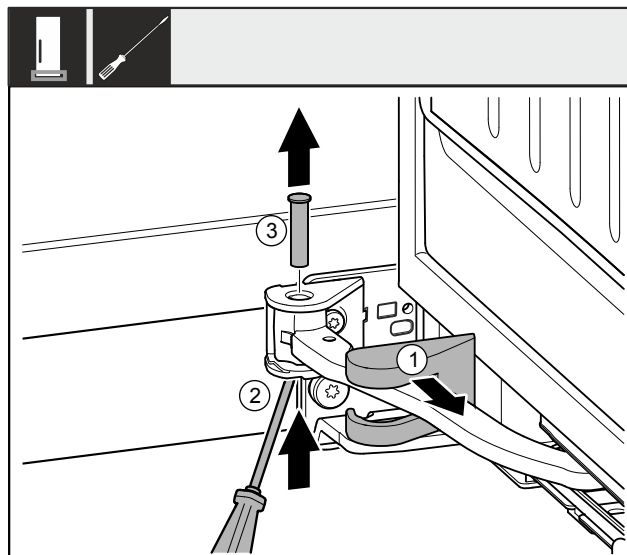

Fig. 10
- Snemite pokrov ležajnega podstavka Fig. 10 (1) in ga zamaknite vzdolž zgibnega dela.
- Sornik Fig. 10 (2) z izvijačem dvignite od spodaj.
- Sornike Fig. 10 (3) izvlecite ven od zgoraj.